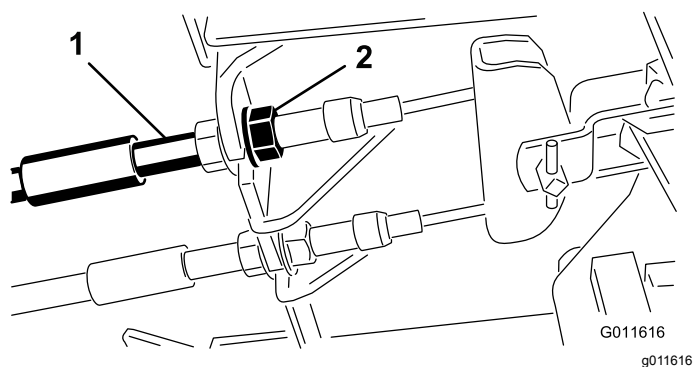

図 43
1. 遊びを減らすブレーキを締めるには、ブレーキケーブルのねじ山の前ナットをゆるめ、後ろのナットを締める 図 43。